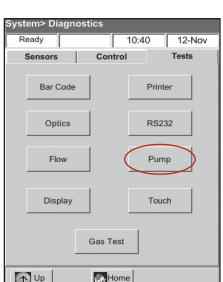

Figure 4 : System > Diagnostics > Tests > Pump
- Entrer **Pump** (Figure 4) pour vérifier le moteur de la pompe. La pompe doit fonctionner en douceur, sans bruit excessif. Ce test de diagnostic vérifiera automatiquement toutes les étapes, à toutes les vitesses utilisées pendant le fonctionnement normal (50 à 800 tr/min), puis revient à l'onglet **Diagnostics > Tests**.